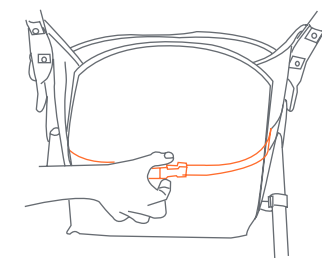
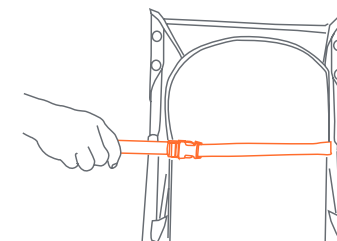

Fig. 15a
Fig. 15b
- 15) •** Le siège est inclinable à plusieurs positions, l'inclinaison est ajustée par une sangle et une boucle derrière le siège (Fig. 15a). Pour incliner le siège, desserrer la sangle et ajuster à l'inclinaison désirée (Fig. 15b). Pour placer le dossier du siège dans une position verticale, appuyer sur l'arrière du siège d'une main tout en tirant sur la sangle avec l'autre. La sangle se verrouille automatiquement.